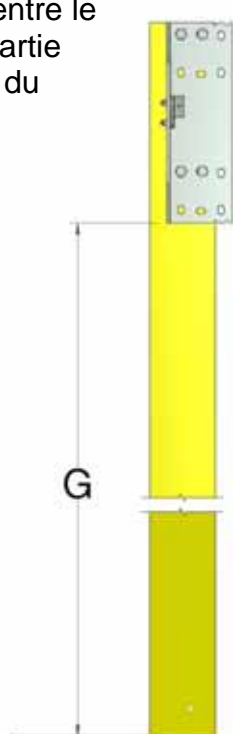

Figure 9, attacher l'ensemble rouleau
- Abaissez complètement votre porte. Une fois que le tissu et les barres de renforcement seront descendus, vous pourrez vérifier que le tube supérieur est de niveau. Relevez votre porte. Le tissu et les barres de renforcement s'enrouleront alors correctement autour du tube supérieur, ce qui facilitera la tension du ressort au point 13 ci-dessous. Attachez l'ensemble rouleau (figure 9).